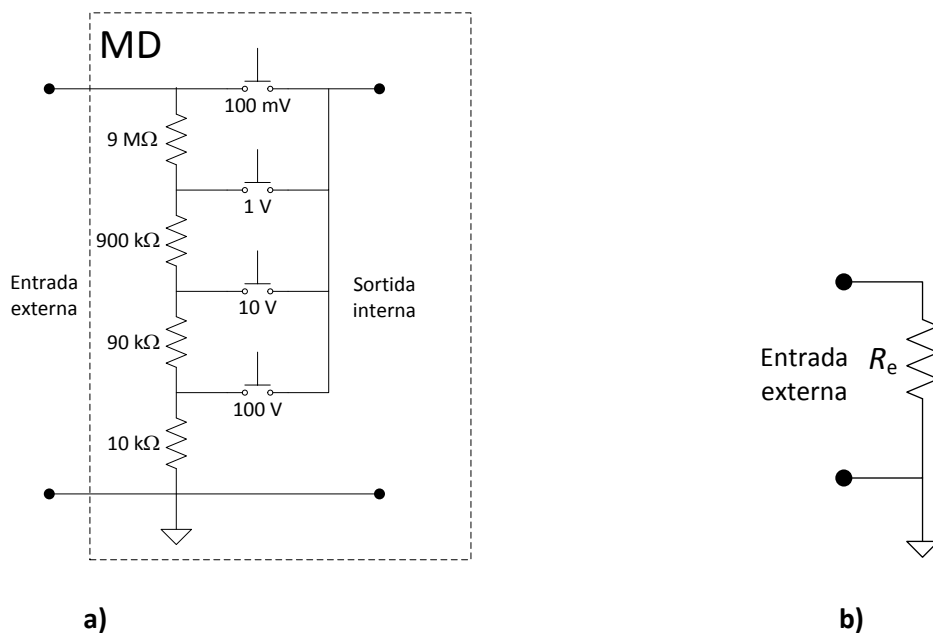

Figura 6. a) Atenuador d'entrada per a la mesura de tensió; b) Model per al circuit d'entrada d'un MD.
Un model simple de l'etapa d'entrada dels MD és, doncs, el representat a la Figura 6b amb $R_e = 10 \text{ M}\Omega$ (en relació amb l'exemple de la Figura 6) i el símbol utilitzat pel node de referència (terminal baix) indica que és flotant, que és el cas habitual. El valor de R_e és gran (idealment es voldria infinita) per tal de que afecti poc al circuit on s'està realitzant la mesura de tensió, ja que aquesta, com s'ha comentat anteriorment, es realitza en paral·lel a l'element d'interès (Figura 4b).
- Representeu el circuit equivalent modelant la FA com a la Figura 3 i el MD com a la Figura 6.b. Busqueu al manual del MD el valor de la seva resistència (o impedància) d'entrada quan es configura per a la mesura de tensions.